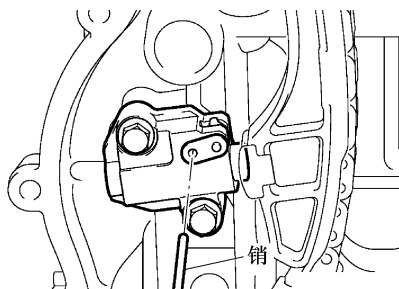

图 1-157 将锁定销插入挡片
② 顺时针移动挡片以卡紧锁, 并将锁定销插入挡片孔中, 见图 1-157。